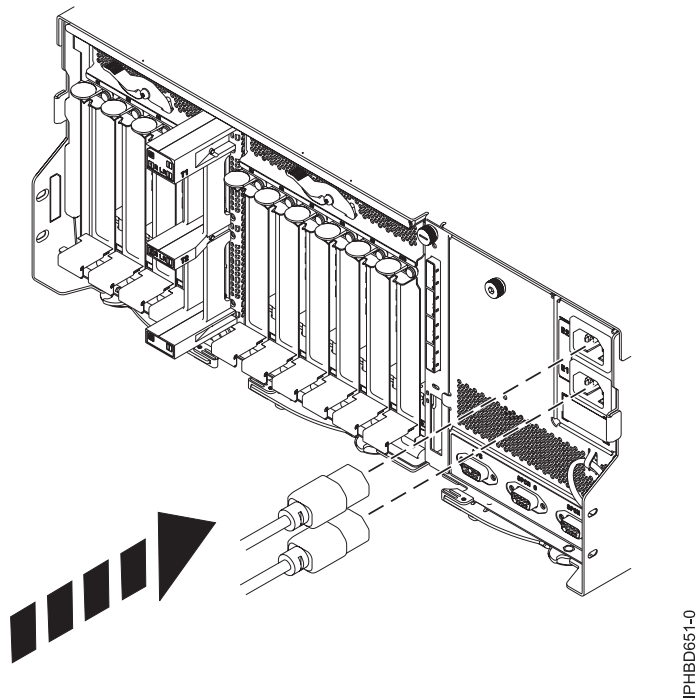

Figure 32. Raccordement des câbles d'alimentation à l'arrière de l'unité d'extension
7. A l'arrière de l'unité d'extension, branchez les deux câbles d'alimentation, comme illustré à la figure 32.